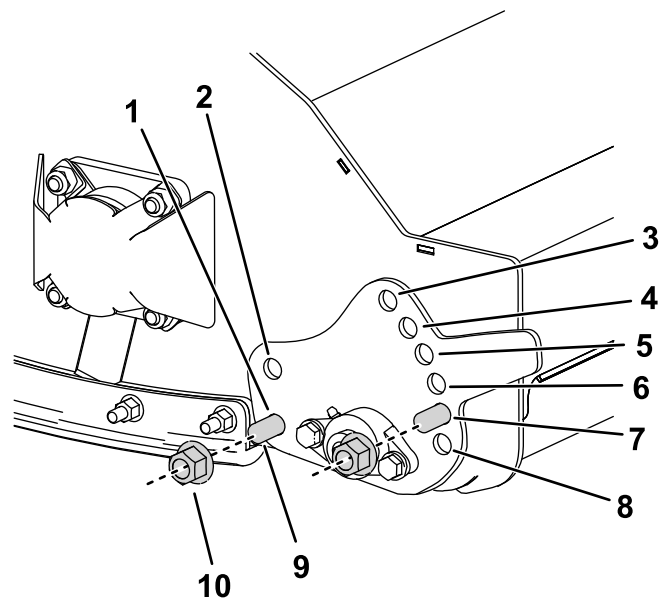

Figura 20
3. Para ajustar la posición de la chapa de ajuste de altura de corte, retire las tuercas y los pernos que fijan la chapa (Figura 20).